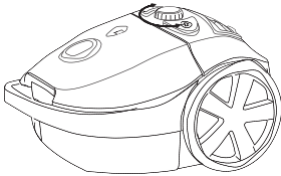

Figure 7 Réglage de la force d'aspiration
- Vous réglez la force d'aspiration au moyen du bouton de réglage; voir la figure 7. Lorsque vous nettoyez des meubles, par exemple, ou des rideaux, il est recommandé de diminuer la force d'aspiration. Ceci évite que les tissus ne soient aspirés à l'intérieur de l'embout d'aspiration.